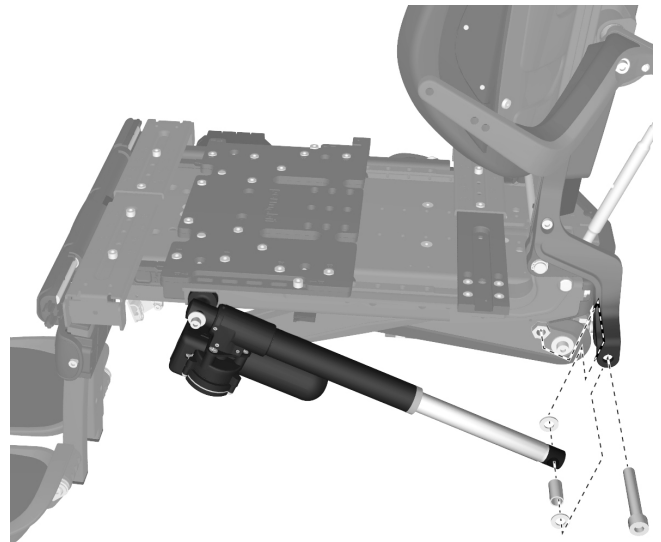

Abbildung 178. Hintere Befestigungsschraube an der Stellvorrichtung der Rückenlehne abmontieren.
7. Hintere Befestigungsschraube an der Stellvorrichtung der Rückenlehne abmontieren. Siehe Abbildung. 178. Beim Abmontieren der Schrauben die Rückenlehne nach vorn klappen, um zu vermeiden dass, dass die Rückenlehne nach hinten fällt.